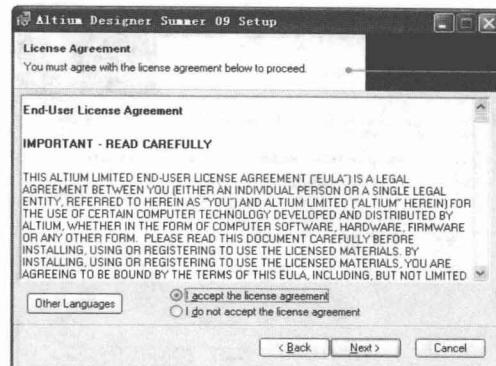

图 1-2 注册协议许可对话框
(2) 单击 **Next >** 按钮, 进入如图 1-2 所示的注册协议许可对话框。在该对话框中, 用户如果对 Altium 公司提出的使用协议没有异议, 选中 I accept the license agreement 选项, 然后单击 **Next >** 按钮继续下一步。